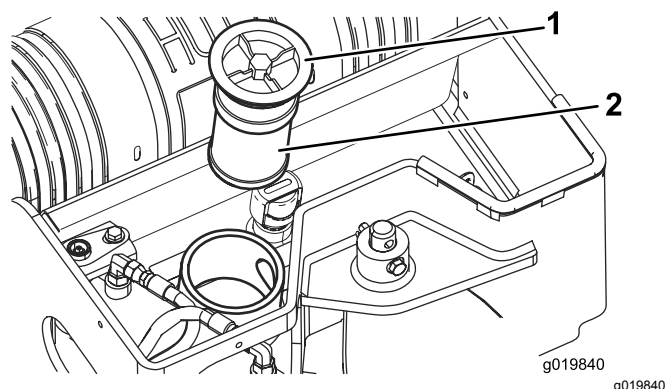

Figure 61
4. Déposez l'ancien filtre et mettez-le au rebut (Figure 61).
5. Mettez en place le filtre hydraulique de rechange et le bouchon de remplissage (Figure 61), et
5. Enlevez le bouchon de remplissage du réservoir de liquide hydraulique ainsi que le filtre (Figure 61).
10. Mettez en place le filtre hydraulique et le bouchon de remplissage (Figure 61), et serrez